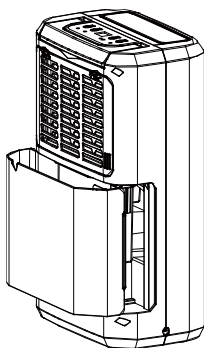

Fig. 1
1. Appuyez légèrement sur les côtés de la cuve avec les deux mains et tirez doucement. (Fig. 1)